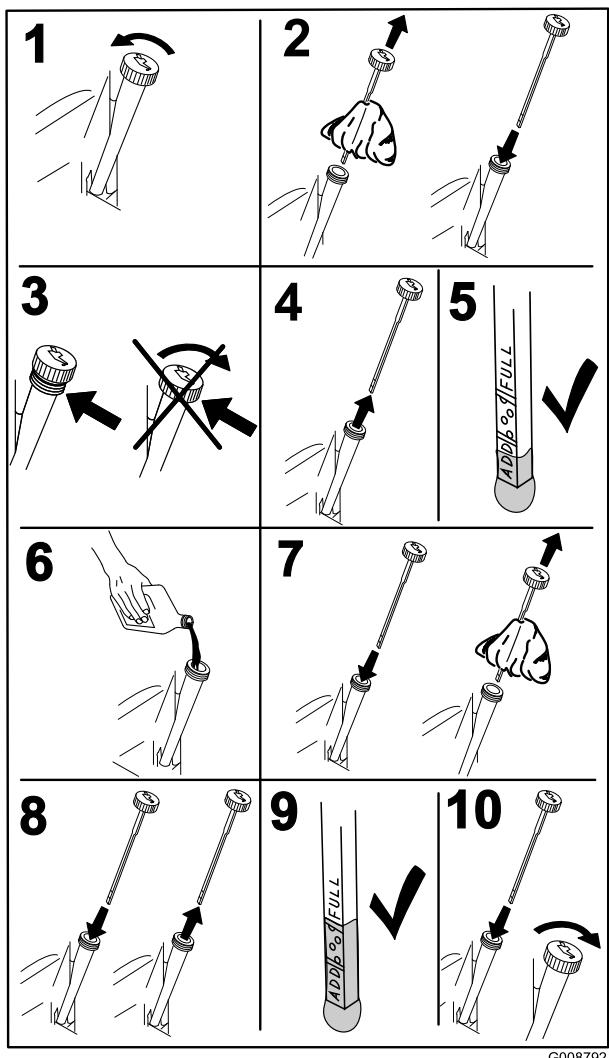

Figura 44
4. Prima di scendere dal posto di guida dell'operatore, spegnete il motore, togliete la chiave di accensione e attendete che si fermino tutte le parti in movimento (Figura 44).